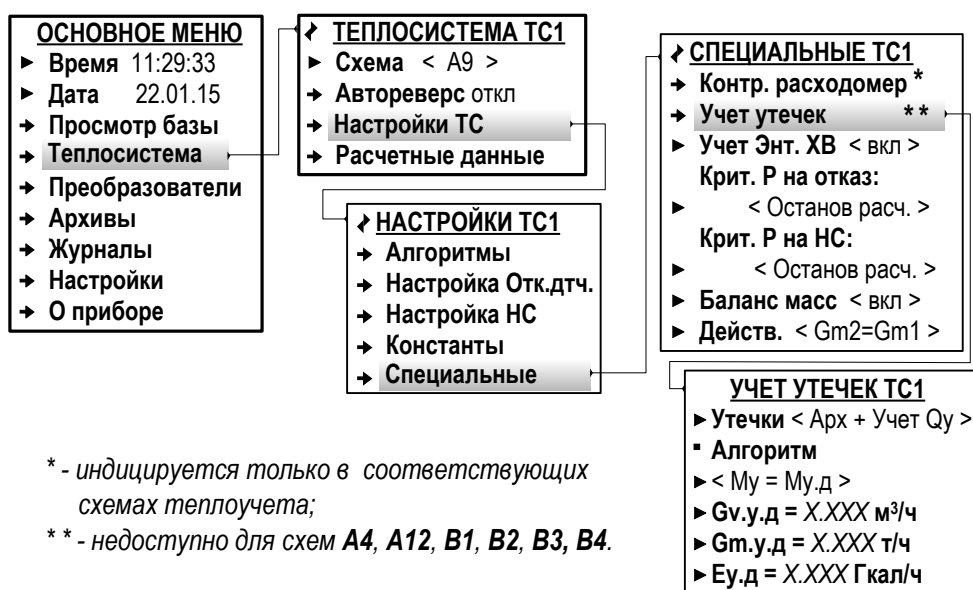

Рис.21. Вид меню «Учет утечек» (режим СЕРВИС).
6.4.8.1. В **ТС1** включение функции учета утечек выполняется в меню **Теплосистема / Настройки ТС / Специальные / Учет утечек** (рис.21) после установки одного из значений для параметра **Утечки**:
6.4.8.5. Отключение функции учета утечек выполняется в меню **Теплосистема / Настройки ТС / Специальные / Учет утечек** (рис.21) после установки значения **Откл** для параметра **Утечки**.
6.4.9.1. В тепловычислителе предусмотрена функция **Баланс масс** в системе отопления (для закрытых схем теплоучета), позволяющая пересчитывать значения массового расхода в подающих (**Gm1**, **Gm3**) и обратных (**Gm2**, **Gm4**) трубопроводах контролируемых теплосистем. Включение функции происходит после установки значения **вкл** для параметра **Баланс масс** в подменю **Теплосистема / Настройки ТС / Специальные** (рис.21).